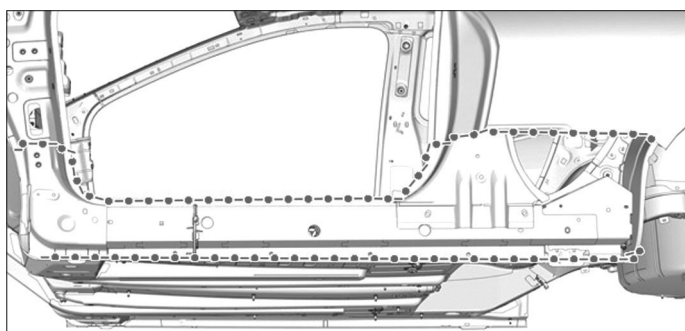
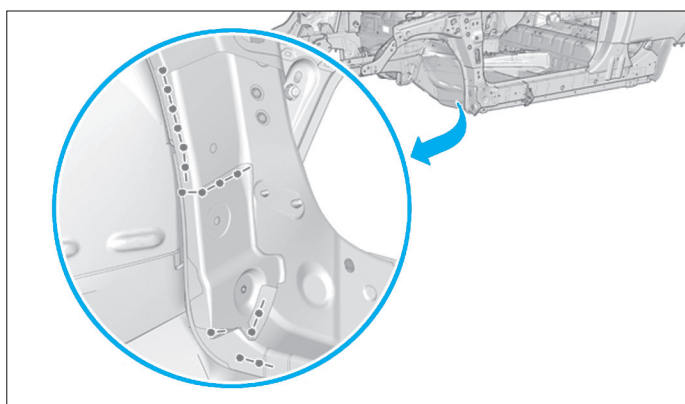

FIG. 97
FIG. 98
- Préparer les zones d'accostage des pièces à assembler (Fig.97) et (Fig.98).